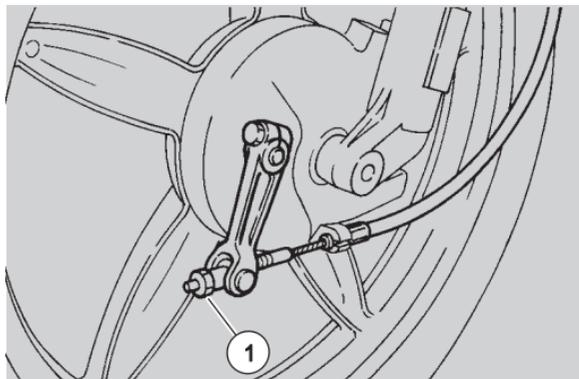
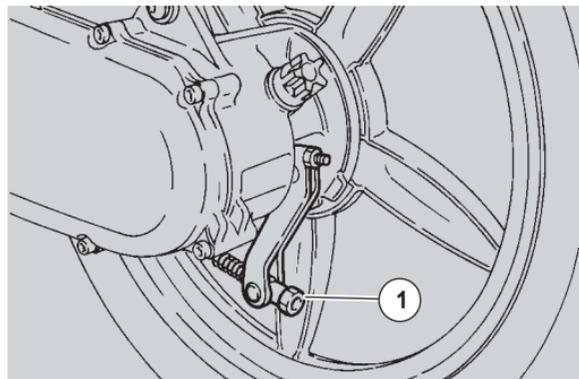

Abb. 20
Abb. 21
- ◆ Evtl. Einstellungen mittels der Einstellschraube (1 - Abb.20, 1 - Abb.21) ausführen, die sich neben dem Hebel befindet.